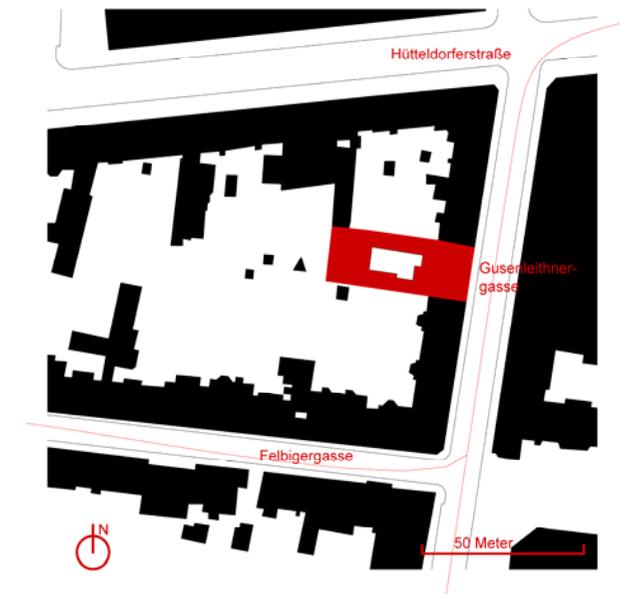

Abb. 3: Lageplan Gusenleithnergasse 17 (ROT)
– sollte für spätere Betrachtungen durchaus erhalten bleiben. Abbildung 3 zeigt die 2011 vorgefundene Situation im städtebaulichen Gefüge kurz vor dem Verkauf der Liegenschaft. Eingespannt zwischen Felbigergasse und Hütteldorferstraße im 14. Wiener Gemeindebezirk befindet sich die Gusenleithnergasse 17, gegenüber der traditionsreichen Spielkartenfabrik Piatnik. Bereits im Herbst 2011 wurde mit der Errichtung moderner Wohnungen auf der Parzelle begonnen – durch den Abbruch ging somit ein Teil der über lange Zeit gewachsenen gewerblichen Struktur verloren.